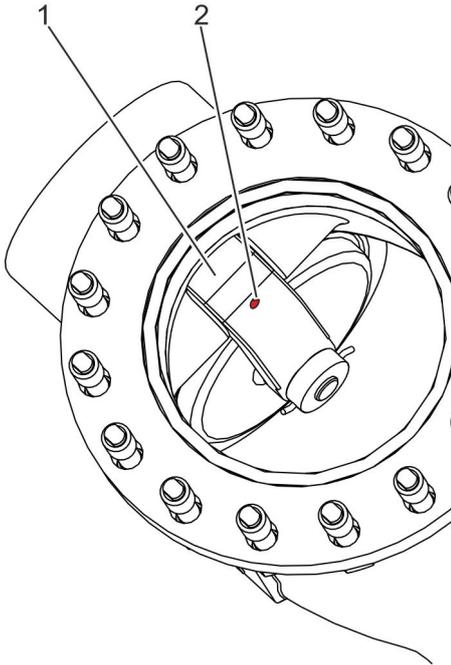

Abb. 27: Klappenwelle demontieren
3. ➤ Falls Bohrung (Abb. 27/2) im Plattenhebel (Abb. 27/1) vorhanden ist: Ringschraube in die Bohrung im Plattenhebel einschrauben.